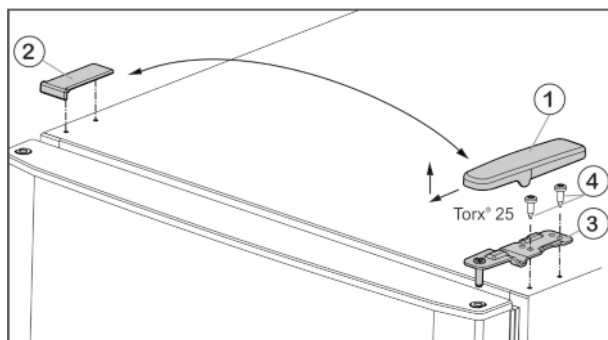

Fig. 5
- ▶ Abdeckung Fig. 5 (1) nach vorne und oben abziehen.
- ▶ Abdeckung Fig. 5 (2) abheben.
- ▶ Oberen Lagerbock Fig. 5 (3) abschrauben (2 mal Torx® 25) Fig. 5 (4) und nach oben abziehen.
- ▶ Oberen Lagerbock Fig. 5 (3) auf der neuen Scharnierseite in die Tür einsetzen.
- ▶ Oberen Lagerbock **fest (mit 4 Nm)** anschrauben (2 mal Torx® 25) Fig. 5 (4). Eventuell einen Akkuschauber verwenden.
- ▶ Abdeckung Fig. 5 (1) auf der Gegenseite von außen aufsetzen und einrasten.
- ▶ Abdeckung Fig. 5 (2) jeweils auf der Gegenseite von oben aufsetzen und einrasten.